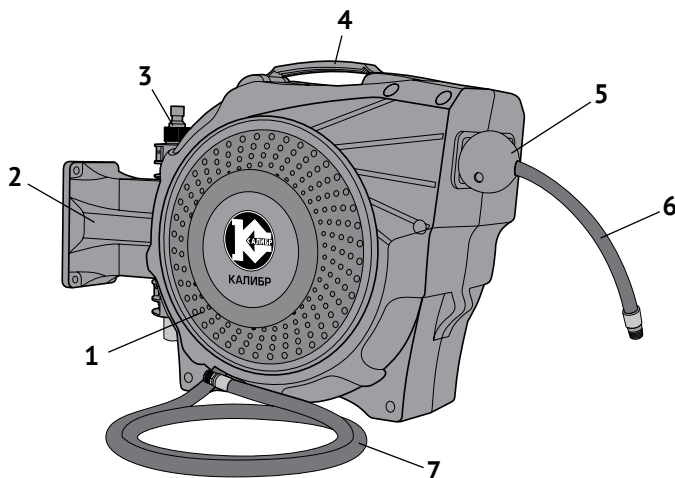

рис.1
4.1 Общий вид шланга представлен на рис. 1
Основные элементы шланга: спиральная пружина, катушка со шлангом, фрикционный узел блокировки и направляющая шлангоукладчика расположены в пластиковом корпусе (рис.1 поз.1).
Шланг подключения пневмоинструмента (рис.1 поз.6) размещён в автоматической катушке закрытого типа. Конструкция автоматической катушки позволяет установить её на рабочем месте так, как вам удобно, закрепив посредством кронштейна (рис.1 поз.2) на стене, потолке, верстаке или любом другом неподвижном предмете. Фиксатор пружинного механизма катушки позволит зафиксировать шланг, при вытягивании, на необходимую для работы длину, а по окончании работы поможет свернуть шланг обратно. Ограничитель (рис.1 поз.5) обеспечивает неизменную длину вытянутой части шланга.
- выбрать место (стена, продольная или поперечная балка, потолок), как можно ближе к компрессору, для крепления кронштейна (рис.1 поз.2);
- вынув поворотную ось (рис.1 поз.3), закрепить 4-мя болтами (входят в комплект поставки) кронштейн в выбранном месте;
- совместив отверстия кронштейна и корпуса катушки, соединить корпус (рис.1 поз.1) с кронштейном поворотной осью (рис.1 поз.3).
- соединить шланг (рис.1 поз.7) с выходным штуцером компрессора (воздушной магистрали) а шланг (рис.1 поз.6) с входным штуцером используемого пневмоинструмента.
- для предотвращения случайного смазывания шланга, ограничитель (рис.1 поз.5) передвинуть к входному отверстию корпуса катушки;